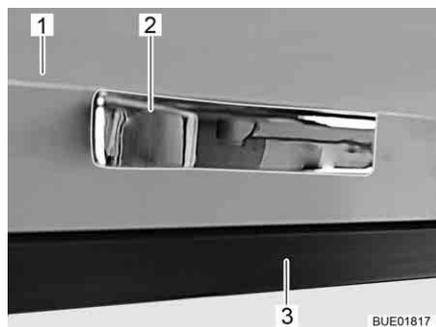

Fig. 81 Sportello del mobile con cricchetto
- Aprire lo sportello del mobile (Fig. 81,1) spingendolo con la maniglia (Fig. 81,2) contro il corpo del mobile (Fig. 81,3). Lo sportello del mobile è sbloccato.